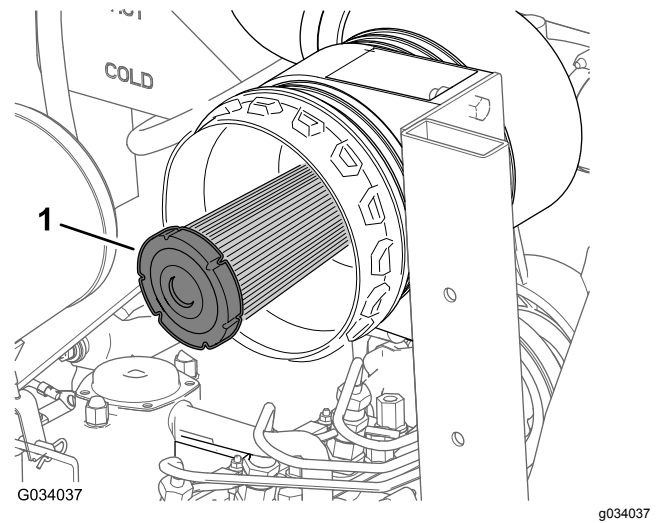

図 47
2. エアクリーナの安全フィルタの汚れ具合を点検する 図 47。
**重要** 安全フィルタ 図 47 は絶対に洗わないでください。安全フィルタは、主フィルタの3回目の整備時に交換してください。